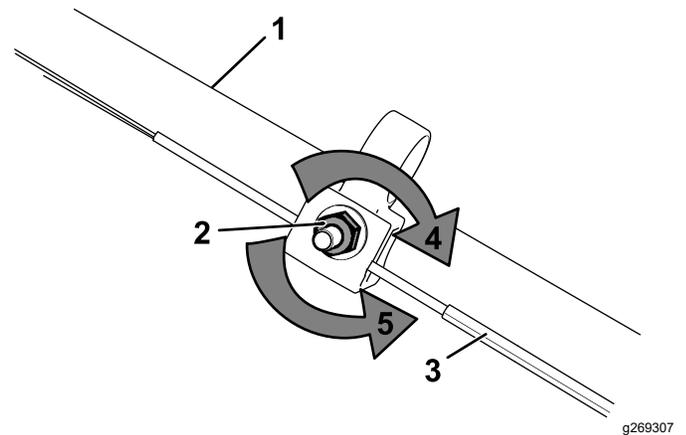

図 26
2. ケーブル 図 26を押し引きして適当な位置に調整できたら、その位置に保持する。
1. 調整ナットを左に回してケーブルの調整をゆるめる 図 26。